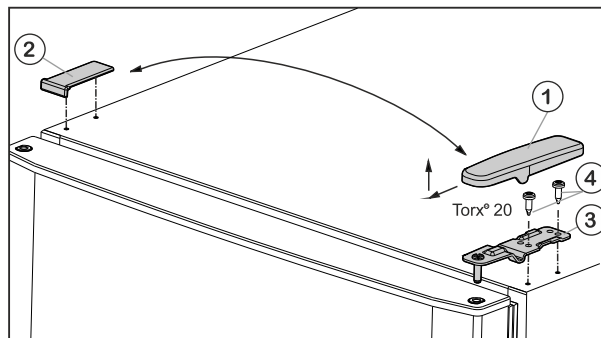

Fig. 5
- ▶ Abdeckung Fig. 5 (1) nach vorne und oben abziehen.
- ▶ Abdeckung Fig. 5 (2) abheben.
- ▶ Oberen Lagerbock Fig. 5 (3) abschrauben (2 mal Torx® 20) Fig. 5 (4) und nach oben abziehen.
- Oberen Lagerbock Fig. 5 (3) auf der neuen Scharnierseite in die Tür einsetzen.
- Oberen Lagerbock **fest (mit 4 Nm)** anschrauben (2 mal Torx® 20) Fig. 5 (4). Eventuell einen Akkuschräuber verwenden.
- Abdeckung Fig. 5 (1) auf der Gegenseite von außen aufsetzen und einrasten.
- Abdeckung Fig. 5 (2) jeweils auf der Gegenseite von oben aufsetzen und einrasten.